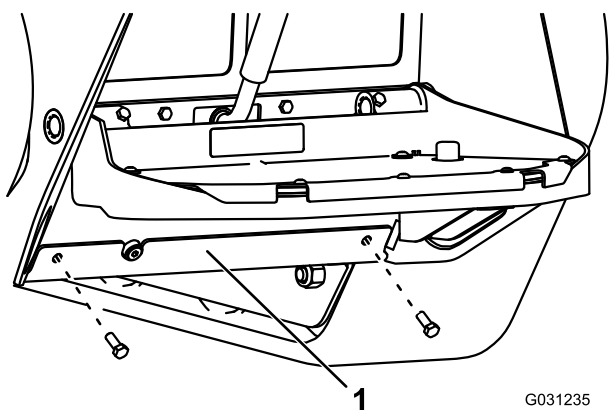

Bild 61
3. Entfernen Sie die zwei Schrauben, mit denen die untere Platte befestigt ist und entfernen Sie die untere Platte (Bild 61).
7. Montieren Sie die untere Platte (Bild 61).